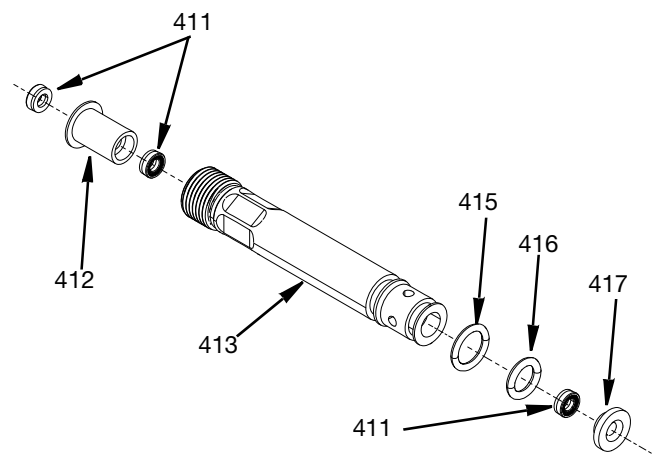

ABB. 30
- Bringen Sie die O-Ringe (415) und dann (416) an der kurzen Lagerdichtungsführung (413) und der langen Lagerdichtungsführung (414) an.
- Eine Nadelpackungsdichtung (411) in die O-Ring-Führungen (413 und 414) der kurzen und langen Lagerdichtungen einbauen. Die offene Federseite der Nadel Packing Seals muss nach außen zeigen.
- Das untere Lager (417) in das O-Ring-Ende der kurzen und langen Lagerdichtungsführungen (413 und 414) drücken.
- In jedes obere Lager (412) zwei Nadel-Packing Seals (411) einsetzen, wobei die offene Federseite der Nadeldichtungen auf beiden Seiten des oberen Lagers nach außen zeigen muss. Diese Baugruppe in das Gewindeende der Lagerdichtungsführungen (413 und 414) einsetzen. Siehe ABB. 30.
**HINWEIS:** ABB. 30 zeigt eine kurze Dichtungslagerführung (413), doch sind die langen und kurzen Führungen gleich zusammengebaut.